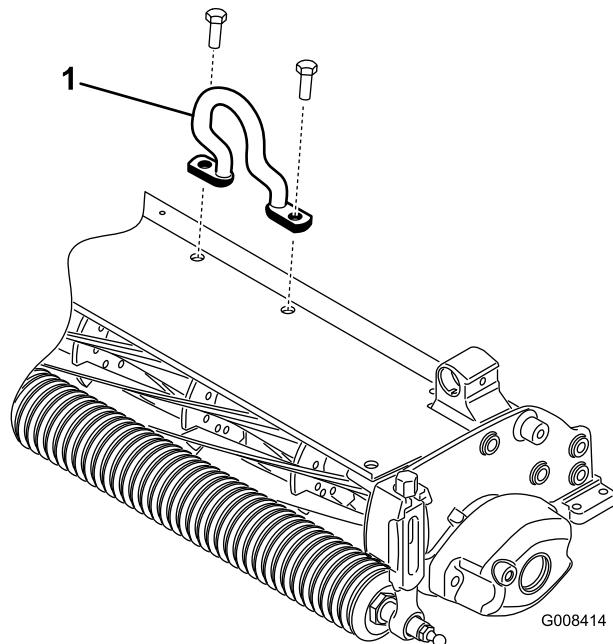

Figura 12
2. Installate il gancio di sollevamento sfalsato (Figura 12) sulla parte superiore dell'apparato di taglio con (2) bulloni M10-1,5. Serrate i bulloni a una coppia di 34-40 Nm. Il gancio di sollevamento sfalsato deve essere posizionato con la parte superiore rivolta in avanti.